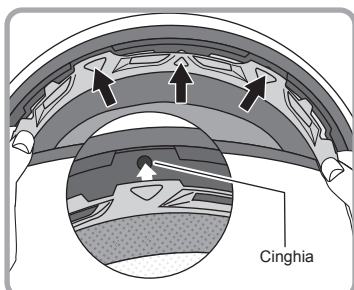

Fig. 2
- ② Inserire le 3 cinghie sulla parte anteriore come mostrato nella Fig.2.